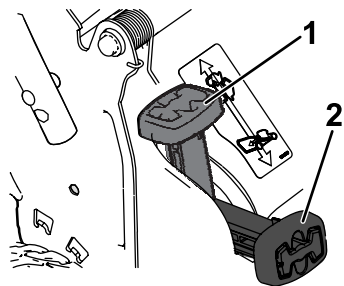

Figura 12
- Pentru a colecta resturile de iarbă i de frunze, apăsați butonul de pe maneta sac colectare la cerere i deplasați maneta în față până când se ridică butonul de pe manetă (Figura 12).